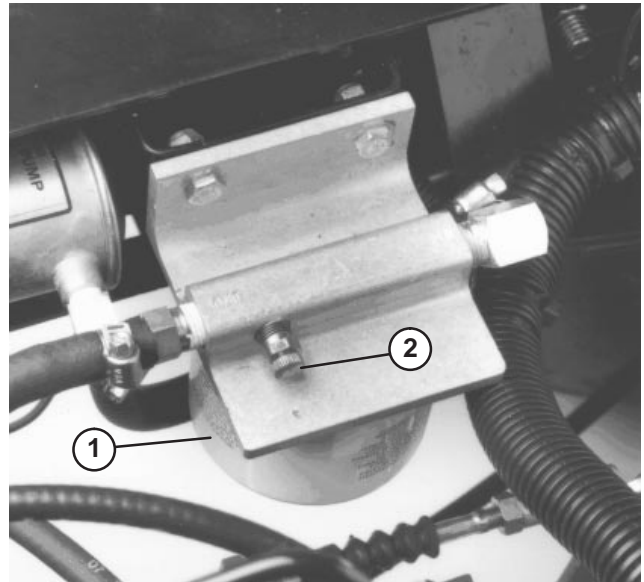

Bild 25
1. Lockern Sie die Entlüftungsschraube oben am Kraftstofffilter bzw. Wasserabscheider (Bild 25).